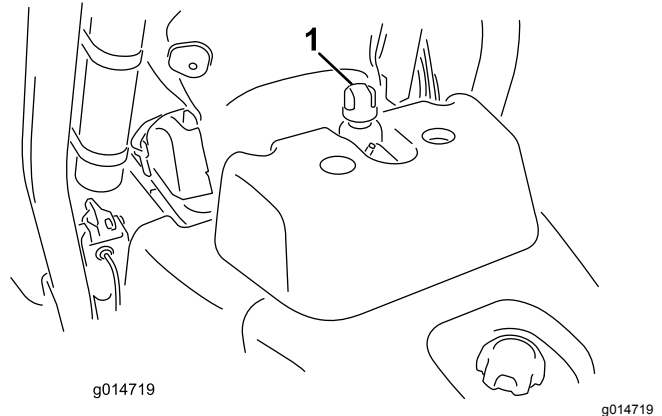

Figura 25
2. Togliete il tappo dal serbatoio (Figura 25).